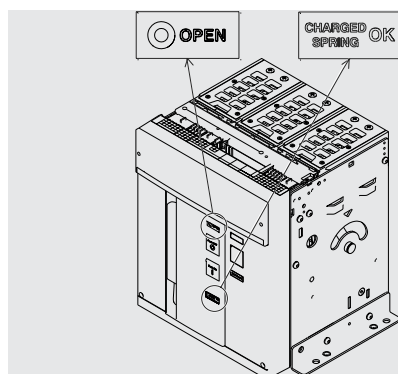

Abbildung 76
3. Sicherstellen, dass der Leistungsschalter ausgeschaltet ist (Anzeige aus/ein "O - OPEN"), und prüfen, dass die Federn gespannt sind (Federnanzeige "weiß - CHARGED SPRING") wie angezeigt in Abbildung 76.